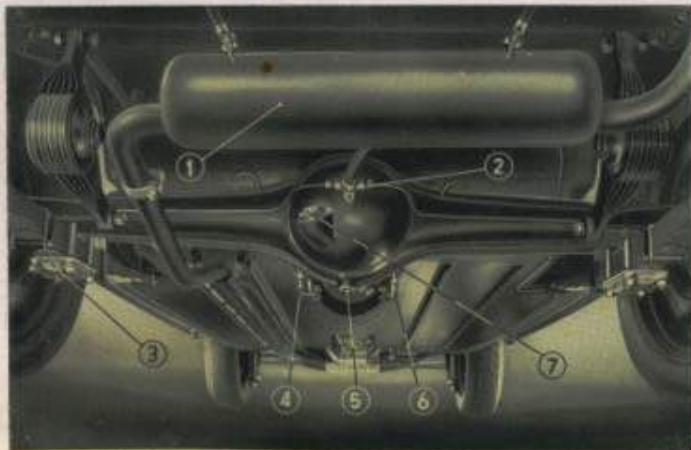

Fig. 32. Vettura vista di sotto.
un tappo (7) a testa esagonale, situato nella parte posteriore della scatola del ponte (vedi fig. 32).